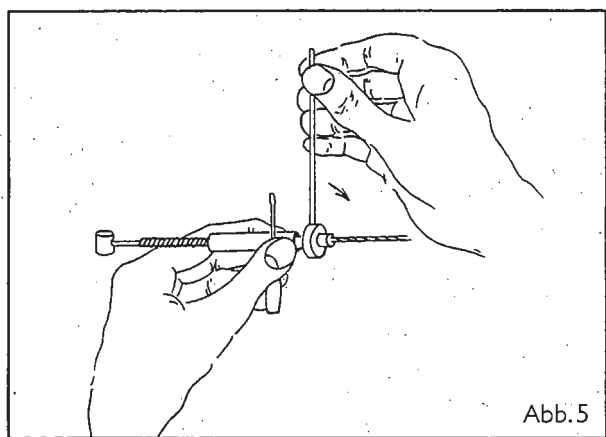

Abb.5
1. Fädeln Sie das Seil durch Überwurfmutter und Spannzanze, bis es bündig mit dem Ende der Spannzanze abschließt (achten Sie auf die korrekte Position der Spannzanze!). Nehmen Sie das Spannschloß mit Spannschraube aus der Wandbefestigung und stecken Sie die Spannzanze mit dem Seil in das Spannschloß. Drehen Sie mit der Hand die Überwurfmutter so weit wie möglich auf das Spannschloß. Arretieren Sie das Spannschloß mit dem Schraubendreher und ziehen Sie die Überwurfmutter mit dem Stahlstift fest an; dadurch schließt sich die Spannzanze fest um das Seil (Abb. 5).